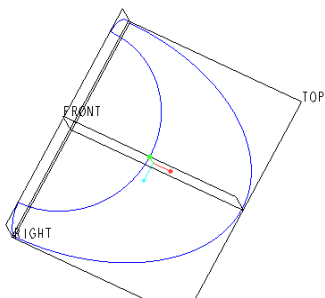
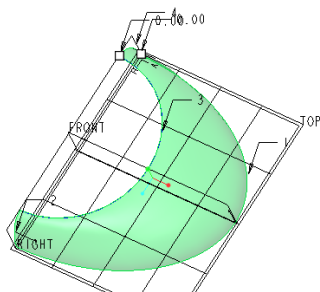

图 8-43 已有的曲线链（4 条相连的曲线链）
图 8-44 选择曲线链
① 在“快速访问”工具栏中单击“打开”按钮，弹出“文件打开”对话框，选择配套范例文件“bc_8_sf3.prt”，然后单击“文件打开”对话框中的“打开”按钮。在该文件中已经有草绘基准曲线和“造型”特征曲线构成的线架模型，如图 8-43 所示。
② 在功能区“模型”选项卡的“曲面”面板中单击“造型”按钮，从而进入“样式”设计环境。
③ 在功能区出现的“样式”选项卡中单击“曲面”面板中的“曲面”按钮，打开“造型：曲面”选项卡。
④ 按住〈Ctrl〉键的同时依次选择 4 条曲线链来创建矩形曲面，可在模型窗口中显示预览曲面，如图 8-44 所示。